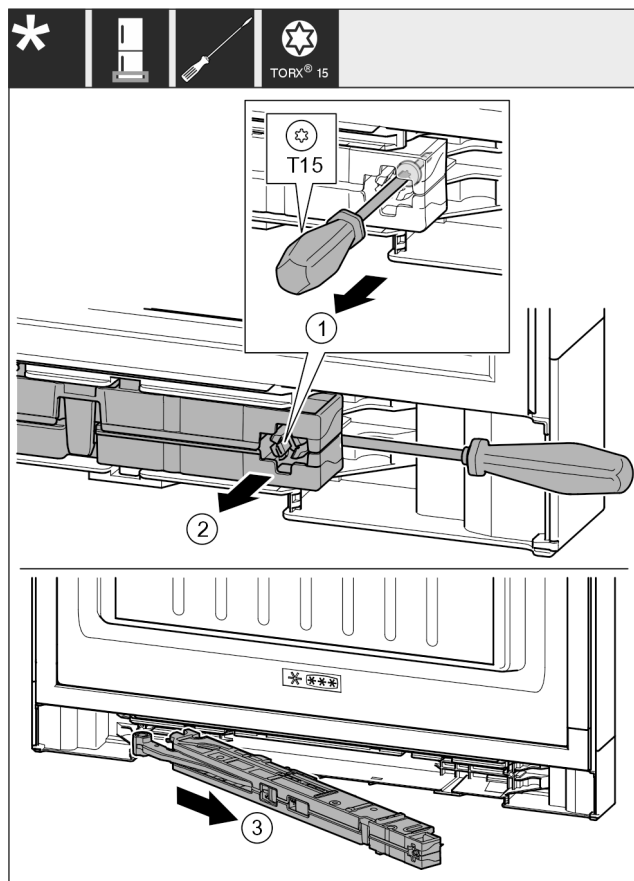

Fig. 15
- Schraube an Schließdämpfereinheit mit Schraubendreher T15 ca. 14 mm (0.55 in) lösen. Fig. 15 (1)
- Mit Schraubendreher griffseitig hinter Schließdämpfereinheit fahren. Einheit nach vorn drehen. Fig. 15 (2)
- Einheit herausziehen. Fig. 15 (3)